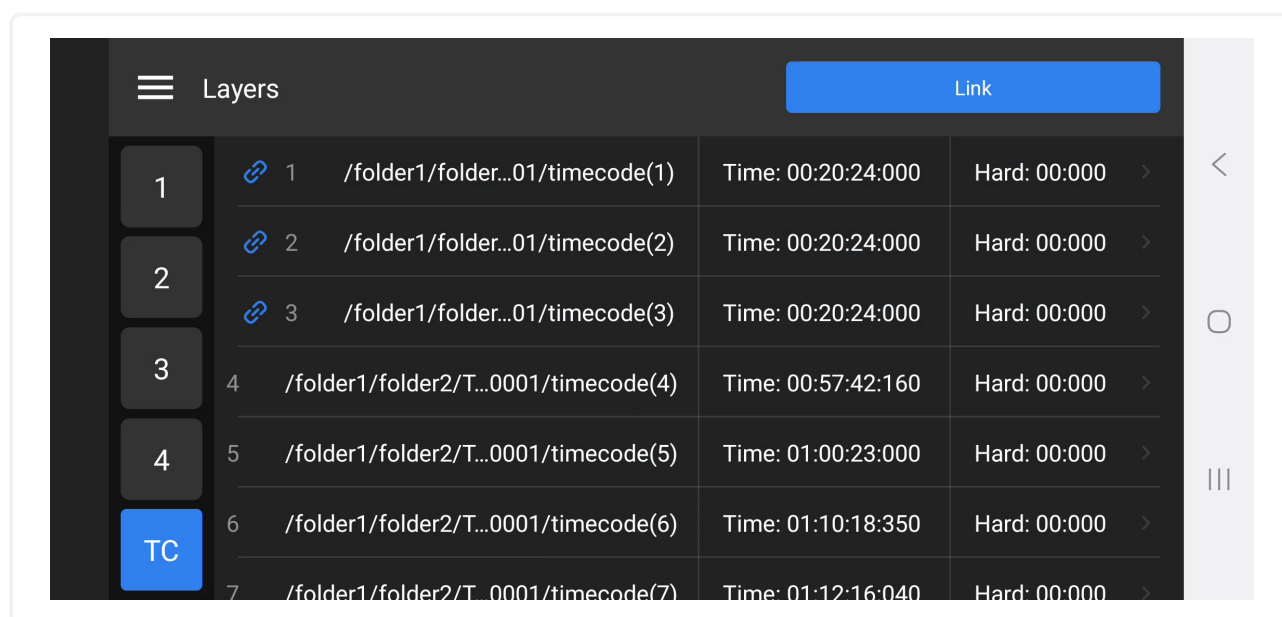

Рис. 69: Экран отображения связки программ для запуска в одно время в Time Code
- Программы, которые запускаются в одно время обозначаются  в начале строки и автоматически упорядочиваются в списке Time Code по времени запуска. (см. рис. 69)